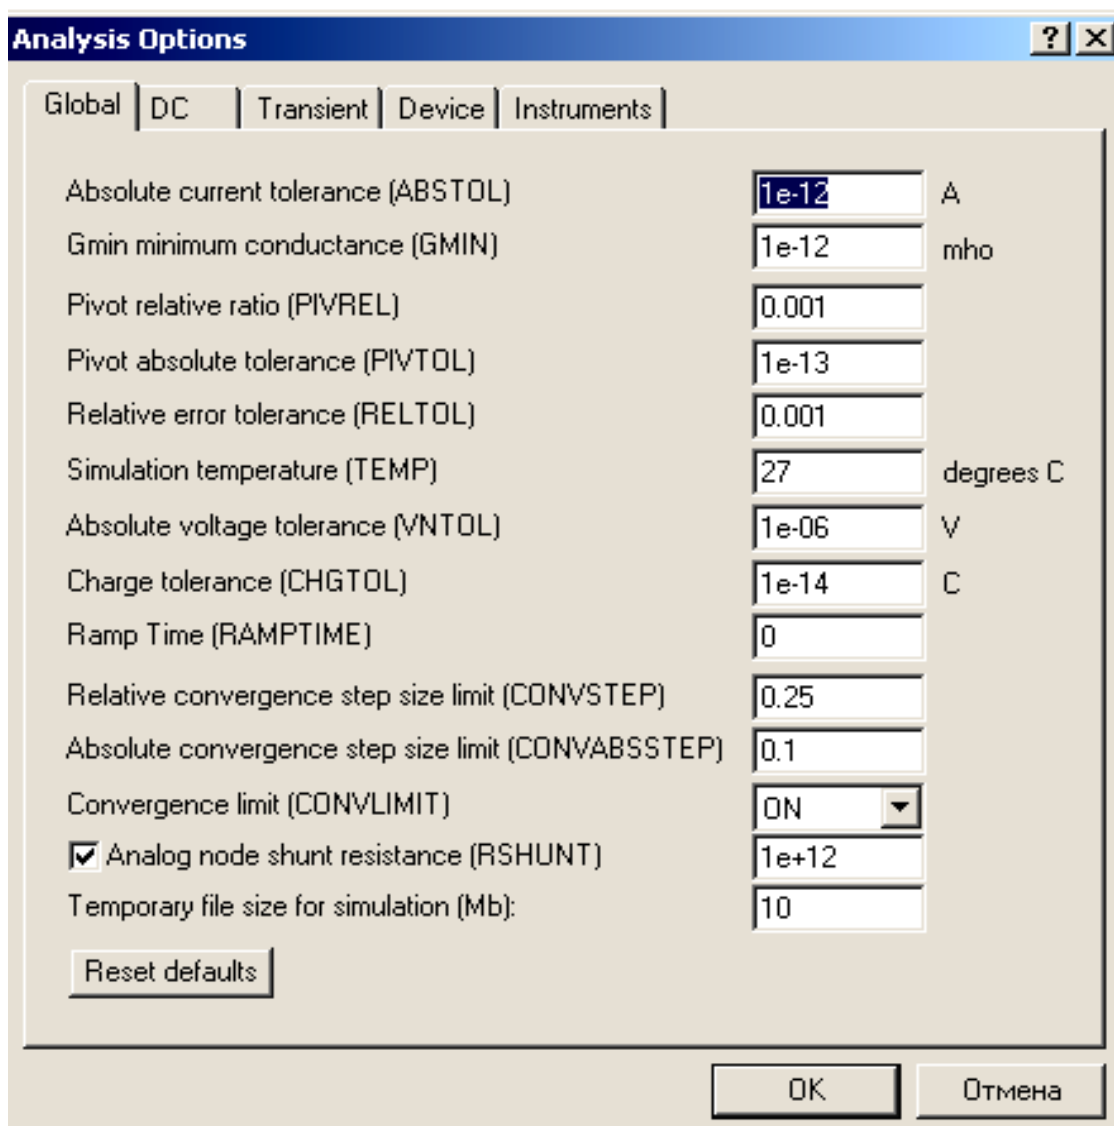

Рис. 1.2
4. **Analysis Option** – набір команд для установки параметрів моделювання. Відповідно до рис.1.2, вікно має 5 опцій, кожна з яких дозволяє задавати необхідні параметри для різних задач моделювання. Перша опція – **Global** – дає можливість задавати установки загального типу. Параметри установок мають наступні значення: